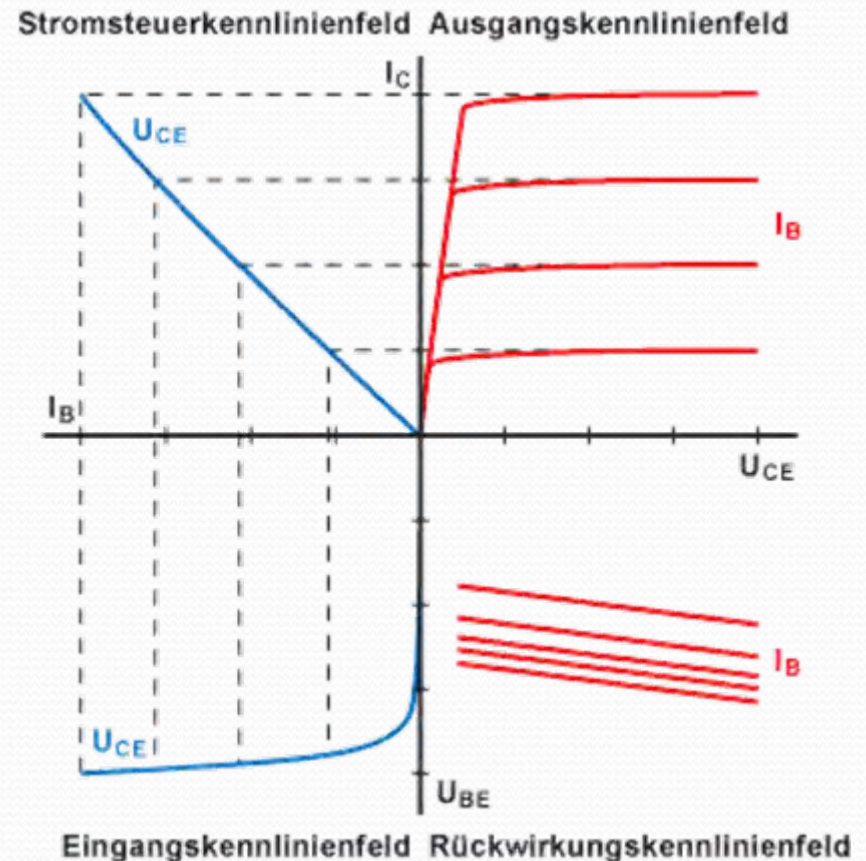

Abb. 21
- Abb. 21: <http://www.elektronik-kompndium.de/sites/bau/diagramm/02031111.gif>